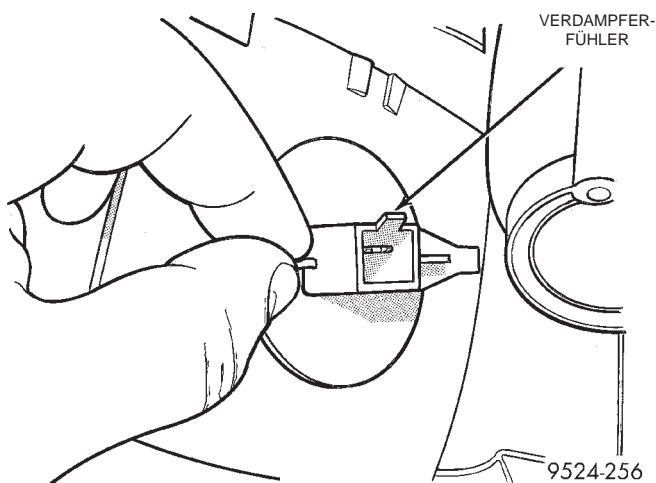

Abb. 42 Verdampferfühler
- (4) Mit einem flachen Werkzeug die Verschlusslasche öffnen. Die Montageplatte eine Viertelumdrehung nach rechts drehen und abbauen (Abb. 42).